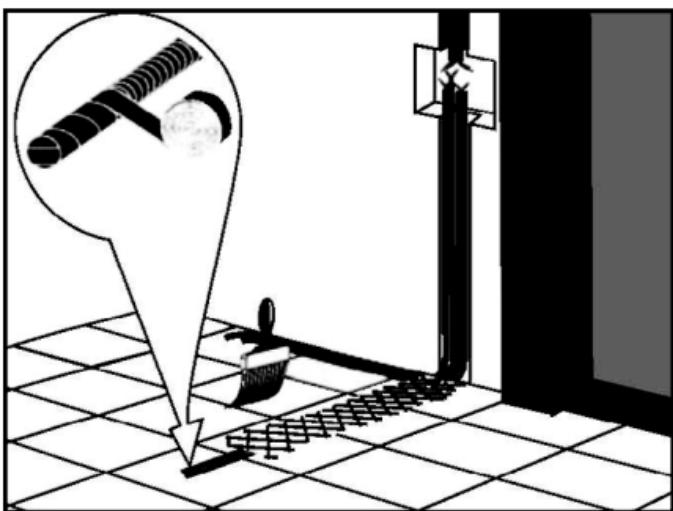

Рис. 1
- 5) Поместите датчик температуры в трубку, входящую в комплект. Датчик должен располагаться внутри трубы вблизи ее конца. Конец трубы с датчиком, оканчивающийся в полу, плотно загерметизируйте для предотвращения попадания внутрь раствора. Уложите трубку с датчиком в подготовленную канавку и выведите к терморегулятору или распаечной коробке. Радиус изгиба трубы должен быть не менее 5 см (рис. 1).